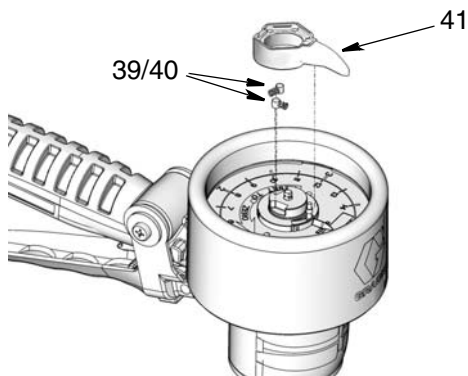

ABB. 15
3. Zeiger (41), Federn (39) und Stifte (40) entfernen (ABB. 15).